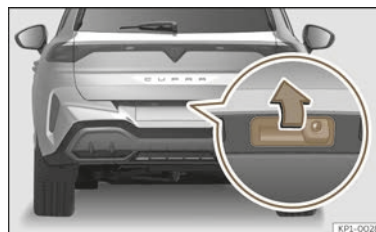

Abb. 82 Heckklappe: Öffnen von außen
- **Öffnen:** Drücken Sie leicht den Haltegriff und heben Sie die Klappe an >>> (Abb. 82).